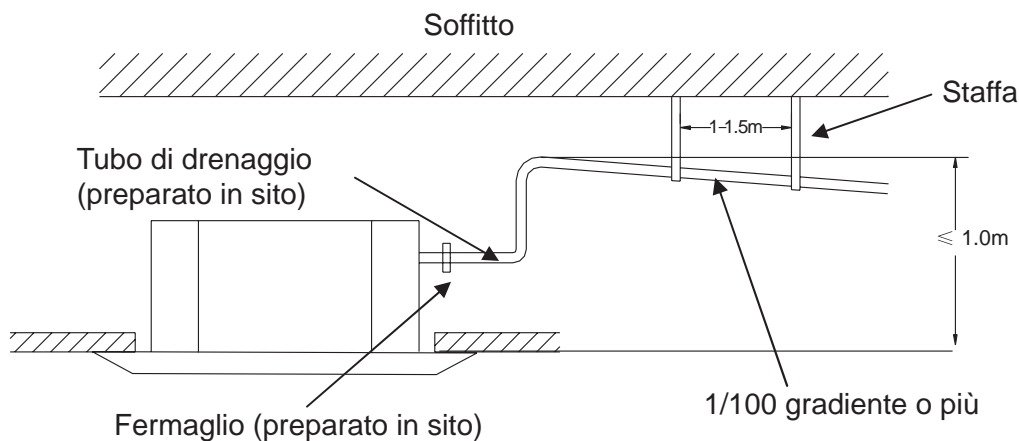

Fig.11
1. Non sollevare il tubo di drenaggio di più di 1.0m per evitare il rischio di eventuali fuoriuscite d'acqua. (Fig.11)
2. Assicurare una pendenza del tubo di drenaggio (non meno di 1/100) e che l'acqua non resti intrappolata (Fig.11).
3. Per sostenere il tubo di drenaggio, intervallare supporti ogni 1-1,5 m (Fig.11)